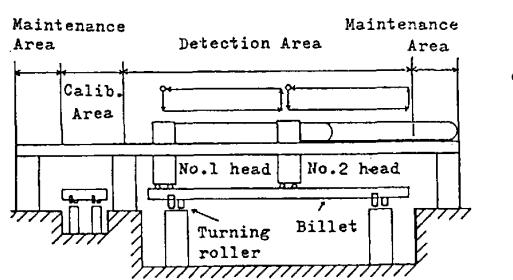
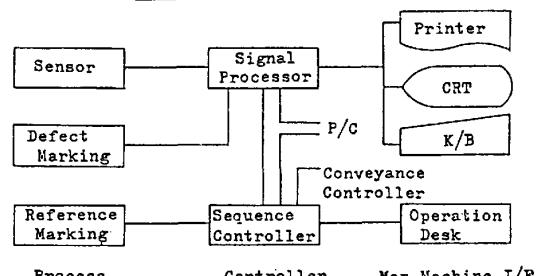

Fig. 2 Outline of mechanical constitution
Fig. 3 Outline of system
3. 探傷仕様 Table 1に本装置の主要仕様を、Fig. 2に装置概要を示す。検出端にホール素子を用いることにより、長手方向に5mmピッチの素子配列が可能となった。処理速度の向上を狙いとして2台のヘッドを用い、各ヘッドごとに24ヶのホール素子を搭載して120mmの探傷域をもつ。ヘッドはビレットがその場で回転するのと対応して長手方向に進行し、ビレット表面をスパイラル状に探傷する。探傷結果は、深さにより3色に色わけし、該当欠陥直上にマーキングすると同時に上位コンピュータに疵マップとして収録する。Fig. 3に本装置の各部の機能ブロック図を示す。正しい疵マップを作成するために原点マークによりビレット1回転毎に周方向基準位置を検出する。